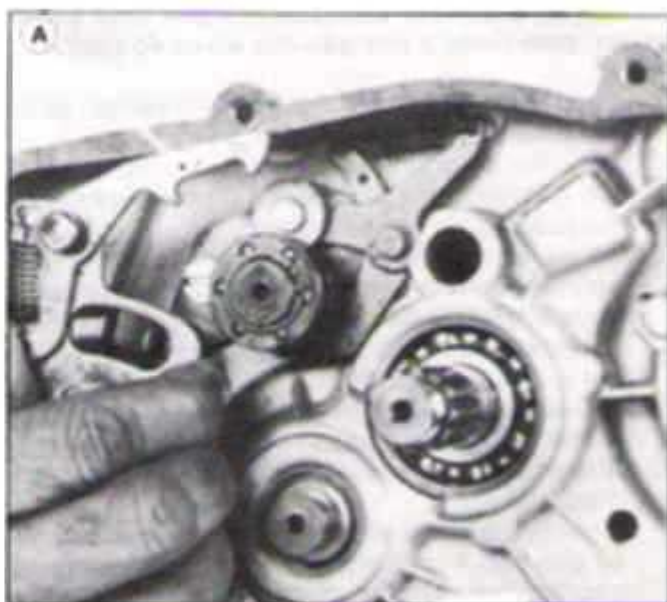

FIG. M36 - A. CONJUNTO EIXO SELETOR DE MARCHAS
3. Montar no semi-cárter o conjunto eixo seletor de marchas. Figura M36.